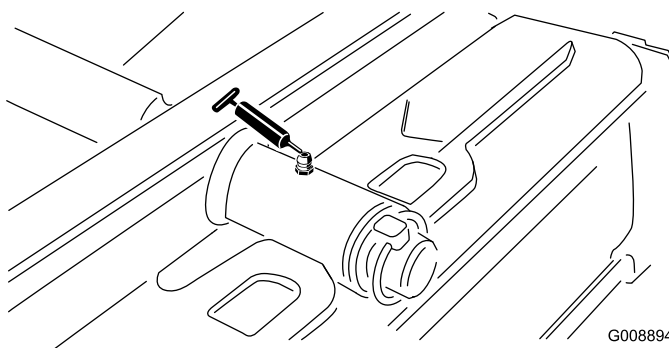

Figura 45
- Perno dell'apparato di taglio posteriore (Figura 45)